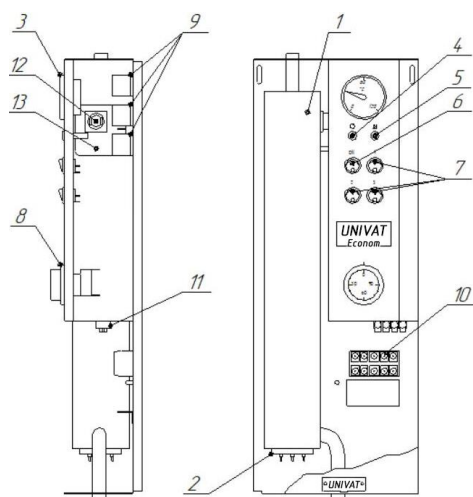
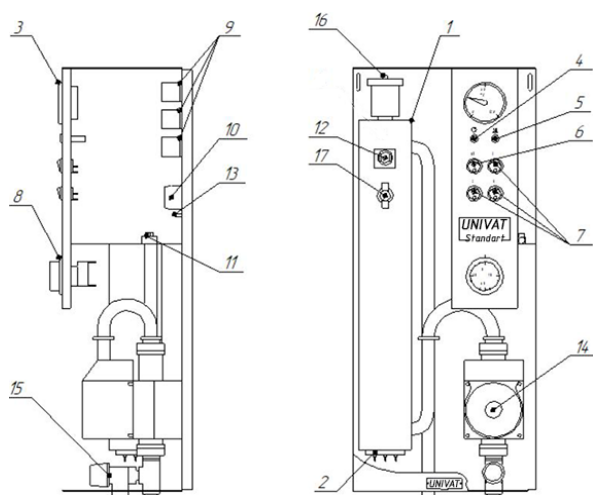
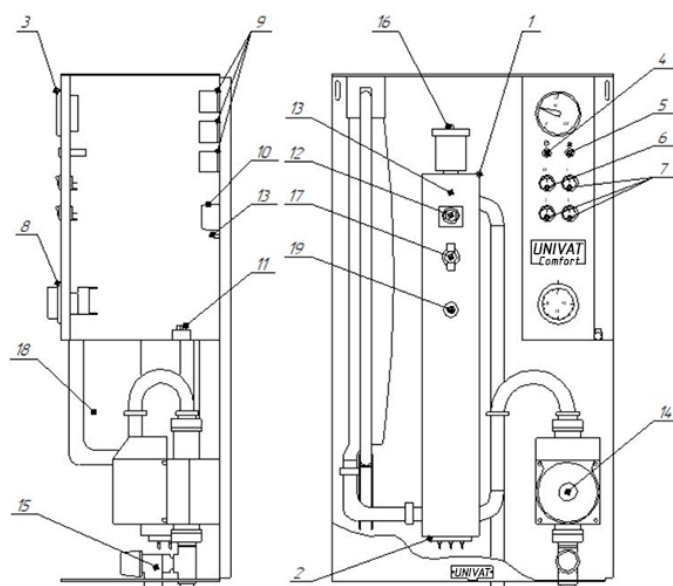

Рис. 1 – сборочный чертеж UNIVAT «Econom»
Рис. 2 – сборочный чертеж UNIVAT «Standart»
Рис. 3 - сборочный чертеж UNIVAT «Comfort»
Электродкотел «Econom» (Рис. 1), «Standart», «Standart-OS» (Рис. 2), «Comfort» (Рис. 3) состоит из корпуса, заземленного болтом (13) и цельносварного теплообменника (1). Теплообменник имеет резьбовой фланец, в который ввернут блок ТЭНБ (2). Так же теплообменник имеет два присоединительных патрубка $\frac{3}{4}$ дюйма. Для серии «Econom», верхний патрубок – выход теплоносителя «подача», нижний – вход теплоносителя «обратка». Для серии «Standart» и «Comfort» нижний левый – «подача», нижний правый – «обратка». Все теплообменники котла имеют термоизоляцию. Электрический котел закрыт откидной крышкой, которая выполняет защитную и декоративную функцию.